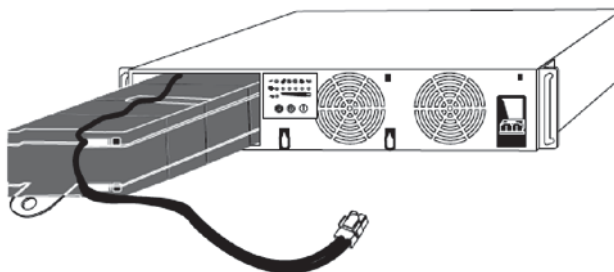

Bild 6. Batteri
- Dra försiktigt ut batteriet, se bild 6.